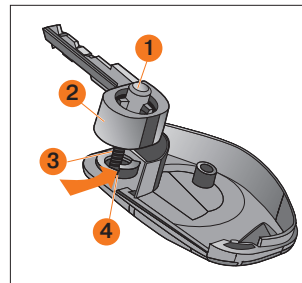

Рис. 5. Устройство ключа с ПДУ
Во время разъединения корпусов ключа под воздействием пружины кнопки ключа 3 (рис. 5), головка ключа 2 и кнопка ключа 1 выпадут со своих штатных мест.
(рис. 5) в головку ключа 2, совместив выступы кнопки с пазами головки ключа. Перед соединением верхнего корпуса ключа с нижним в кнопку ключа вставить пружину кнопки ключа 3, совместив ус пружины с зацепами внутри кнопки.
7. Совместить выступающий наружу ус пружины 3 с пазом нижнего корпуса ключа 4, обозначенным стрелкой (рис. 5).